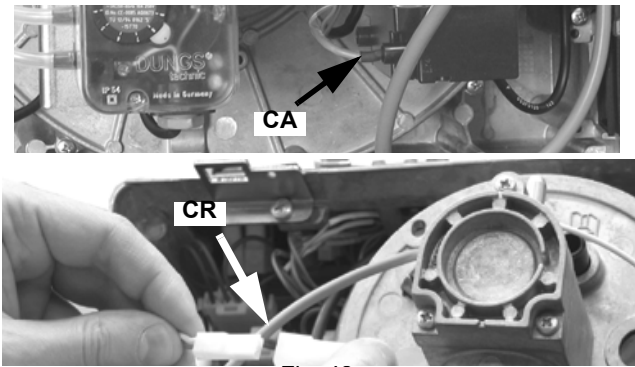

Fig. 49
- 3 Desconectar el cable de encendido **CA** del transformador de encendido (Fig. 49).